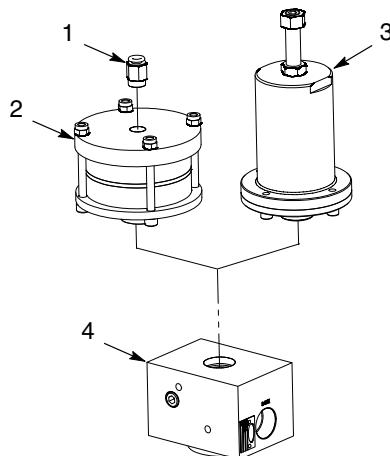

Рис. 4 Замена узла пневмоцилиндра
- См. рис. 4. Снять фитинг (1) с узла пневмоцилиндра (2).
- Вывернуть узел пневмоцилиндра (2) из корпуса пистолета (4).
- Ввернуть новый узел пневмоцилиндра (2) в корпус пистолета (4) до упора.
- Нанести состав для трубных соединений на резьбу фитинга (1). Поставить фитинг в узел пневмоцилиндра (2) и надежно затянуть.
- См. рис. 4. Вывернуть узел пружинного привода (3) из корпуса (4).
- Ввернуть новый узел пружинного привода (3) в корпус (4) до упора.